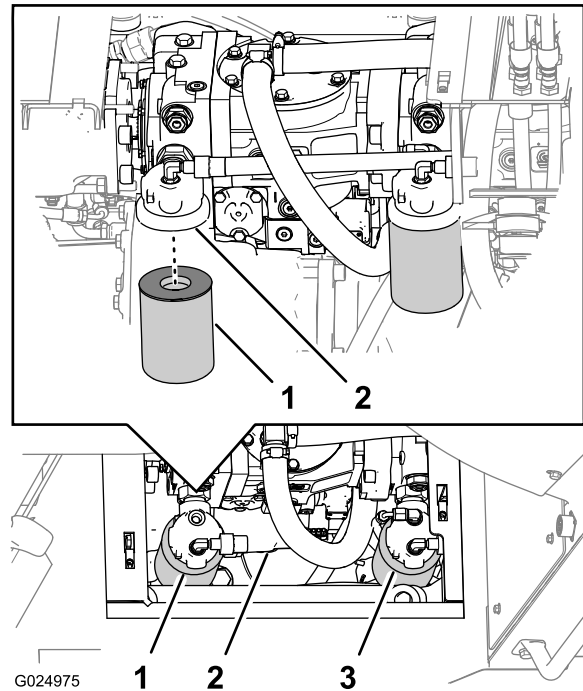

Bild 111
3. Drehen Sie den Hydraulikladesfilter nach rechts und nehmen ihn ab (Bild 111).
Hinweis: Der Hydraulikladesfilter ist von der rechten Unterseite der Maschine hinter dem Hydraulikbehälter zugänglich (Bild 111).
2. Stellen Sie einen Behälter unter den Hydraulikladesfilter (Bild 111).